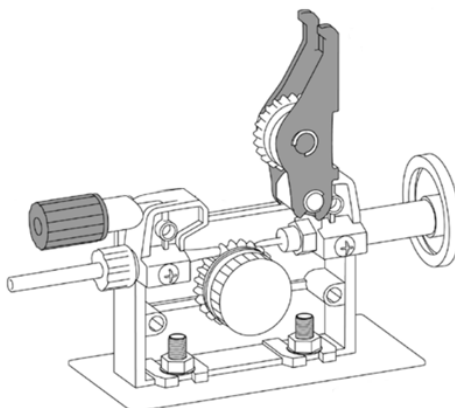

Рис. 5
4. Установите подающий ролик для цельнометаллической проволоки для сварки в среде защитного газа или специальный ролик с насечками для сварки порошковой проволокой. Выберите ролик подачи проволоки в соответствии с диаметром используемой сварочной проволоки (Рисунок 5).